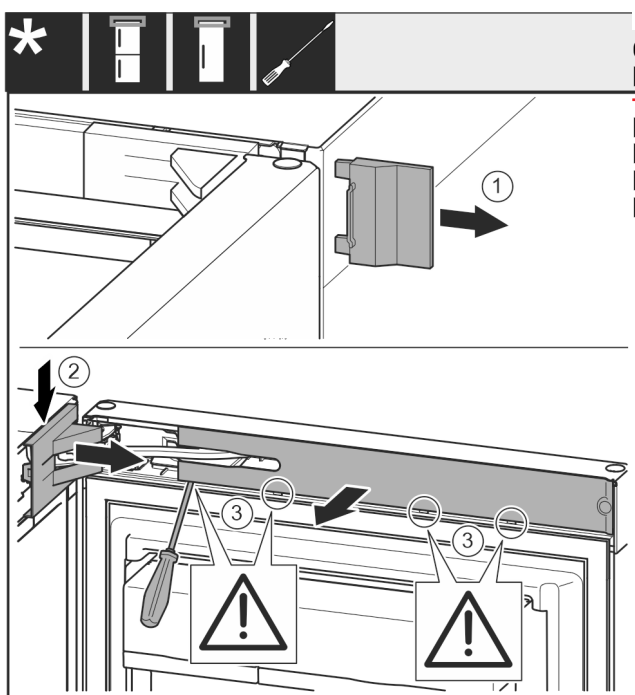

Fig. 9
- Снимите крышку Fig. 9 (1).
- При помощи отвертки отцепите крышку опорного кронштейна Fig. 9 (2) и отсоедините ее.
- Снимите крышку опорного кронштейна Fig. 9 (2).
- При помощи шлицевой отвертки отцепите накладку Fig. 9 (3) и отведите ее в сторону.